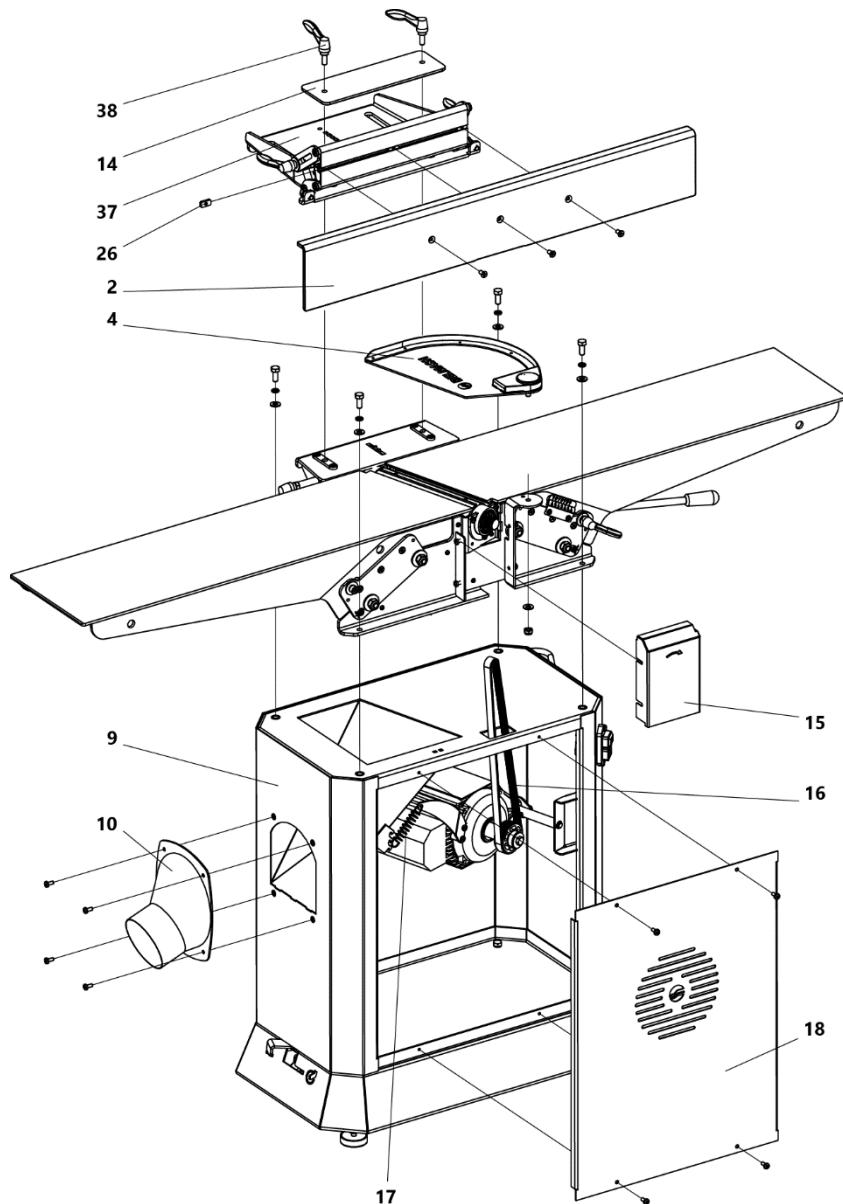

Рисунок 3 Сборка станка
- установите кожух для удаления стружки 10 и закрепите винтами M5×12 (рис. 3);
Для замены приводного ремня привода ножевого вала необходимо (рис. 3):
- снимите основание 37 с упором 2 и кожух 15 (рис. 3);